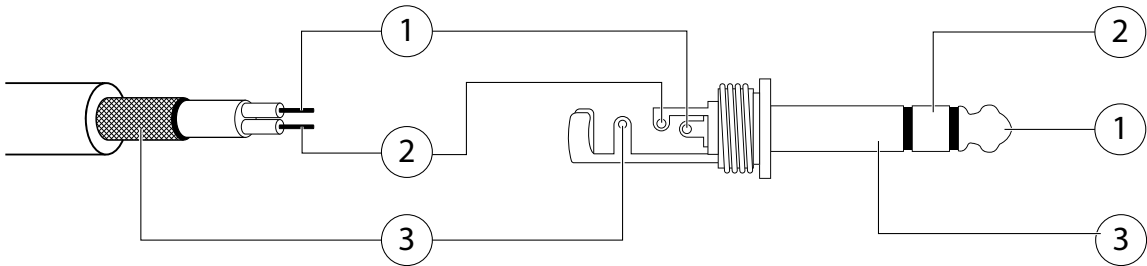

Рисунок 8.1 Схема распыки аудио кабеля и штекера TRS 6.35 мм
Разъёмы TRS (TS) (разг. Джек, англ. Jack) — семейство разъёмов для передачи различных типов аналоговых аудиосигналов. Используется совместно с двужильным (Рис. 8.1, а) или одножильным (Табл. 8.3) экранированным аудио кабелем. Существуют три стандартных штекера применяемых в аудио кабелях: Jack (6.35 мм, 1/4 дюйма), mini-Jack (3.5 мм), micro-Jack (2.5 мм).